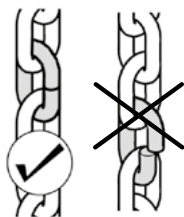
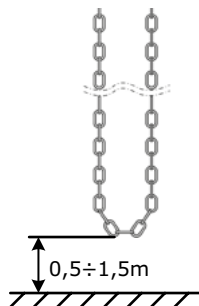

Рисунок 6
Рисунок 7
- цепь соединяется и разъединяется с помощью соединительных звеньев другого цвета. Кромки соединительного звена цепи должны располагаться точно друг над другом (рис. 6). Край цепи аварийного ручного управления в собранном состоянии должен находиться на высоте $0,5 \div 1,5$ метра (рис. 7). При необходимости укоротите цепь. Максимальная длина цепи в комплекте поставки привода 10 м. Если длины цепи недостаточно, то требуется приобретать отдельно цепь требуемой длины.